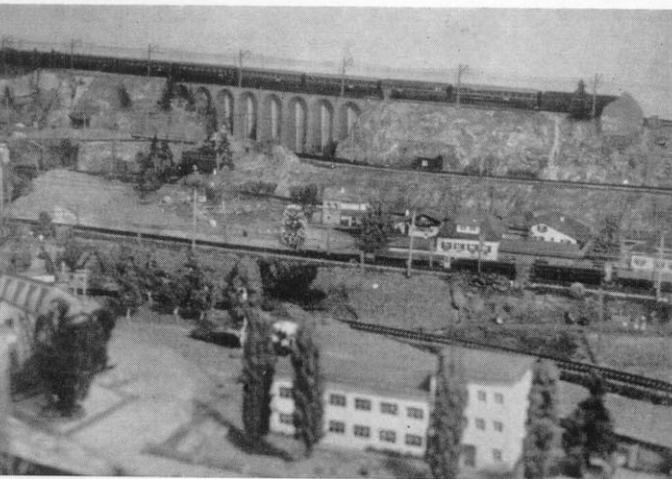
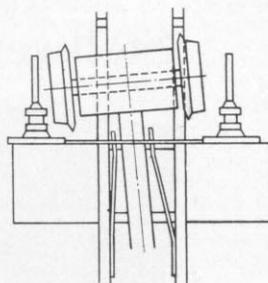

Abb. 2. Blick von „Märklingen“ über die Anlage.
Abb. 4. Stellung der Zylinderderdeckel und der vorderen Laufachse bei Fahrt durch eine Linkskurve.
↑ Abb. 4.
Abb. 7. Das „Innere“ des großen „Gebirges“ auf der linken Anlagenseite mit der Gleisanlage von „Bad Trixen“. C. u. D. sind die Fortsetzung der entsprechenden Gleis-Stümpfe in Abb. 4.
In jeder Rahmenwange ist gleich vor dem Zylinderbock ein Einschnitt in der Stärke des erwähnten Steges vorzusehen, sodaß dieser späterhin darin gleiten kann (s. Abb. 2). Die Deichsel des Laufgestells erhält ein 1 mm großes Loch, in welches der vorstehende Draht Y hineinragen muß. Das Laufgestell nimmt dann bei einem Ausschlag nach rechts oder links die Zylinderdeckel samt Schutzrohren mit. Das heißt, sie werden nach rechts oder links weggeschoben und die Räder können die Schutzrohre nicht mehr berühren (Abb. 4).
↑ Abb. 2. Einschnitt X in der Rahmenwange zur Aufnahme des Steges.
↓ Abb. 4 →
- Abb. 4. Blick vom „Berg“ auf die Einfahrt.